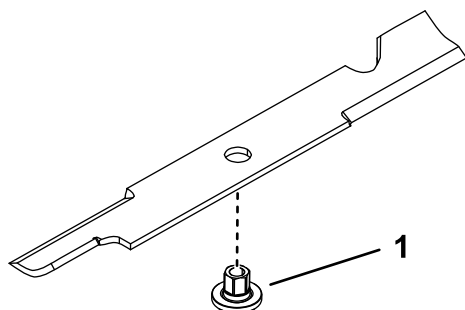

Figure 96
1. Insérez la douille dans la lame en plaçant l'embase sur le côté inférieur (côté herbe) de la lame (Figure 96).